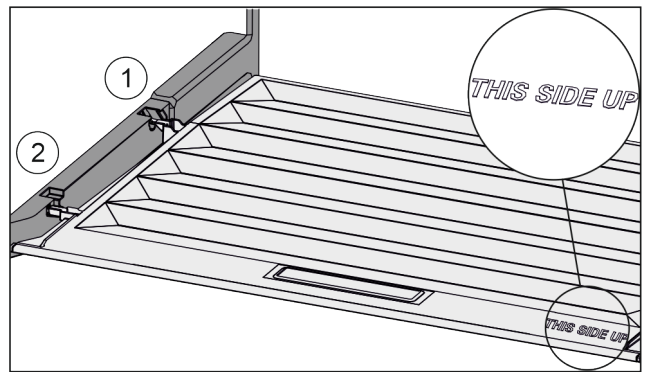

Fig. 36
- Dekselranden via de opening van de achterste houder Fig. 36 (1) aanbrenge en van voren in de houder Fig. 36 (2) klikken.